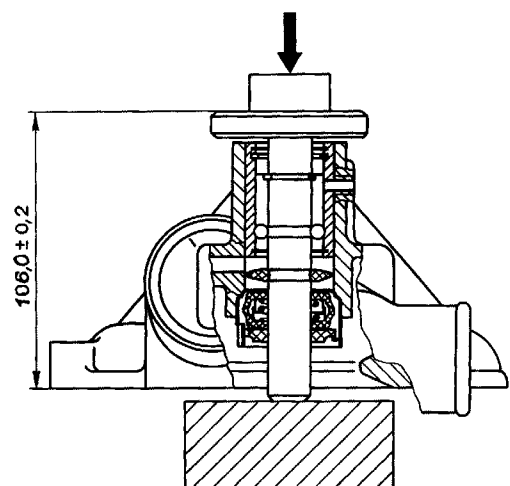

Рисунок 53 – Напрессовка ступицы
- напрессовать на валик подшипника ступицу шкива насоса, выдержав размер $(106,0 \pm 0,2)$ мм (Рисунок 53);